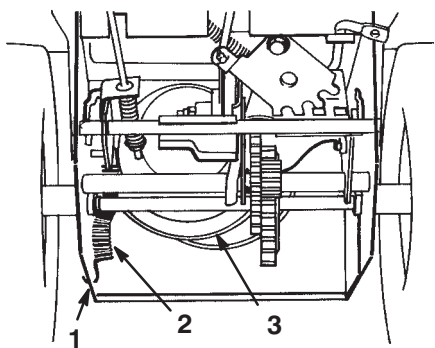

Bild 26
9. Bauen Sie die Feder aus der Kerbe an der Unterkante der Seitenplatte aus (Bild 26).
15. Montieren Sie die Feder in die Kerbe an der Unterkante der Seitenplatte (Bild 26).